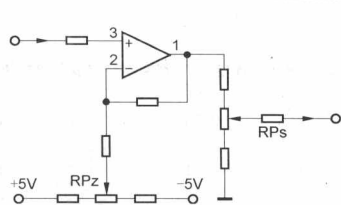

图2 零点满度调整回路
当给定零点信号调试修正零位时，所谓的零位电位器RPz实际上是“零位迁移”电位器（见图2），它是用来实现整体位移的，就如同图1中的误差曲线a经过RPz的向上调整（零位正迁移），从而得到整体向负向平移的曲线a1。由此可见，调零位并不影响仪表的测量范围，它只是起平移作用，使整个测量范围上移或下移。
当给定满度信号调试修正满度时，所谓的满度电位器RPs实际上是测量范围“跨度”电位器（见图2），它的作用是实现整个测量范围跨度调整，就如同图1中假设的零误差曲线b经过RPs的向上调整（增加测量范围跨度），从而得到倾斜上翘的直线b1。由此可见，调满度对零位没有影响（对于零刻度非零起始的输入信号有稍微影响。如 $4 \sim 20\text{mA}$ 输入信号时，调整满度对零位有微小影响），它只是用来缩小或扩大测量范围的。
(3) 打 (输入) 信号逐点记录原始数据。
(4) 给定零点标准信号并调整图 2 中的 RP2 校准仪表零位。注意, 因为配合热电偶测温的数显仪内部有室温补偿电路, 所以, 这里的零位信号就不是真正意义上的 “0” 了。怎么办? 对于热电偶数显仪零位的校准必须反接输入室温标准信号。比如, 标准水银温度计测得仪表背面接线端子处的室温为  $20^\circ\text{C}$ , 查表 2 得 0.798mV, 此时,